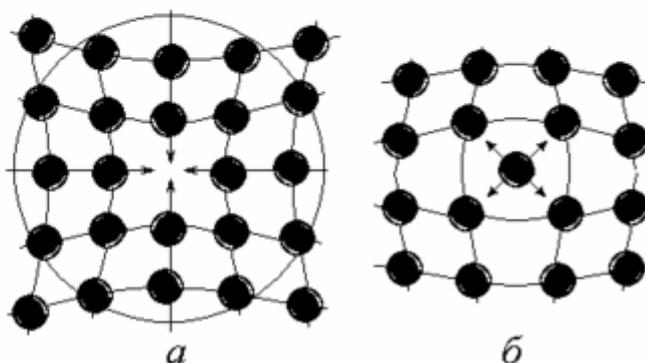

Рис. 1.1. Точечные дефекты: вакансия (а) и межузельный атом (б)
**Вакансия** – это отсутствие атома в узле кристаллической решетки, «пустое место». Атомы вокруг вакансии сближаются, так как в этом месте силы притяжения между атомами превышают силы отталкивания:  $F_{пр} > F_{отт}$ . Кристалл как бы сжимается, стремится «залечить» дефект. Смещение атомов вокруг вакансии упрощённо показано на рис. 1.1, а.
узла. Их всегда меньше, чем вакансий. Вокруг межузельного атома соседи раздвигаются: здесь  $F_{отт} > F_{пр}$  (см. рис. 1.1, б).